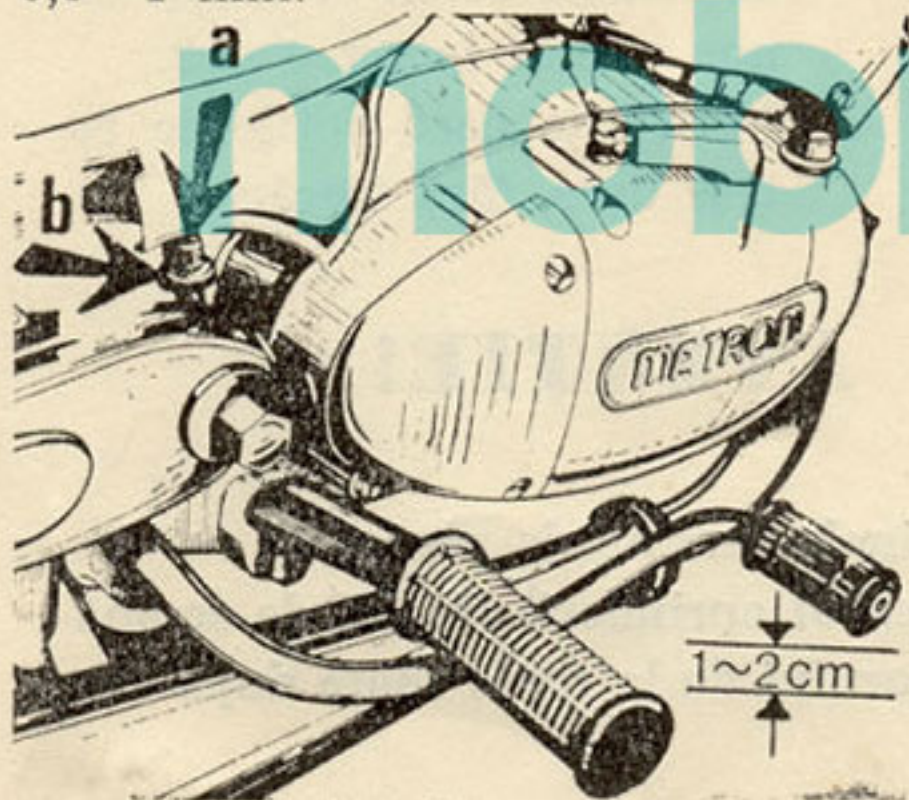

Fig. 25
2. Pentru reglarea frînei spate slăbiți piulița „a” (fig. 25) și reglați șurubul „b” pînă cînd